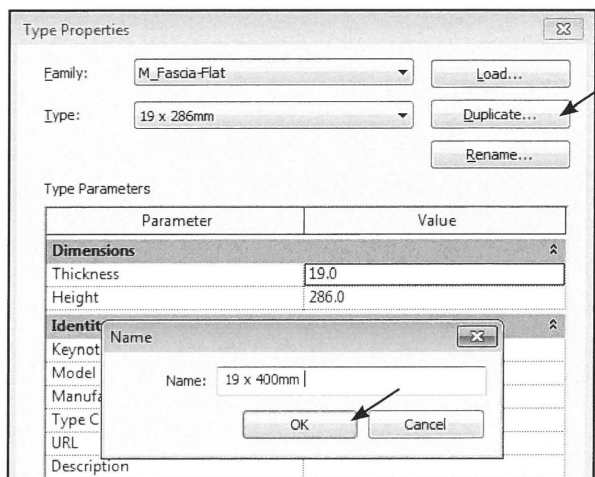

Fig. 03.32. Opret en ny type.
- Klik *Duplicate*, navngiv *19 x 400mm* (Fig. 03.32) og tryk *OK*.